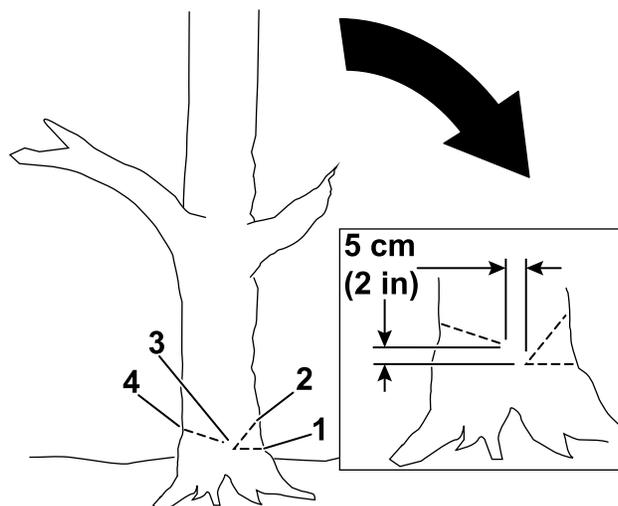

Figure 15
- 4. Commencez par couper le tiers du diamètre de l'arbre, du côté où vous voulez qu'il tombe \(Figure 15\).
- 5. Faites une deuxième coupe oblique pour former une encoche, en commençant au moins 5 cm (2 po) au-dessus de la première coupe \(Figure 15\).
- 6. Faites le trait d'abattage du côté opposé à l'encoche et environ 5 cm (2 po) plus haut que le bas de l'encoche, comme montré à la Figure 15.
Important: Arrêtez la troisième coupe 2,5 à 5 cm (1 à 2 po) avant l'encoche pour former une charnière entre les coupes (Figure 15), ce qui empêche l'arbre de tomber dans la mauvaise direction ou de pivoter dans sa chute.
Remarque: Quand le trait d'abattage approche de la charnière (Figure 15), l'arbre devrait commencer à tomber.